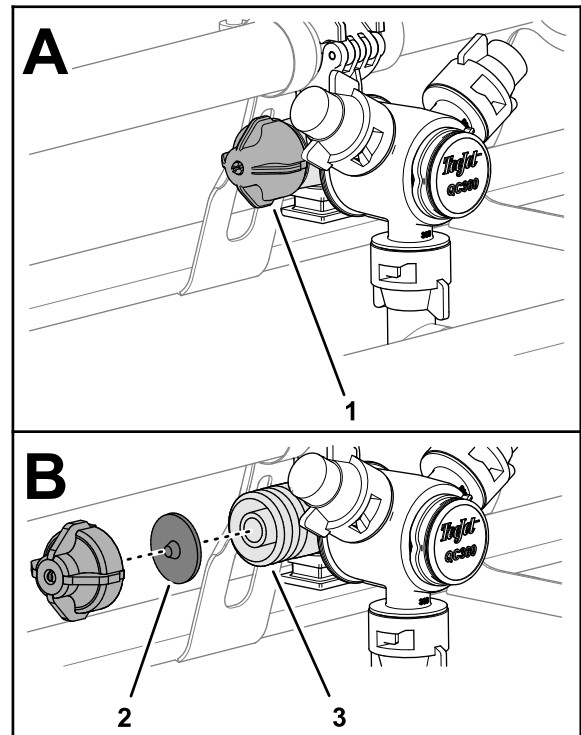

Bild 32
1. Drehen Sie die Membrankappe nach links und nehmen sie vom Düsengehäuse ab (Bild 32).
2. Nehmen Sie die Membran des Auslaufsperrventils von der Kappe oder dem Düsengehäuse ab (Bild 32).
3. Reinigen Sie die Kappe, Membran und das Düsengehäuse mit sauberem Wasser (Bild 32).
4. Setzen Sie die Membran in die Kappe ein, sodass die Nase der Membran zur Kappe zeigt (Bild 32).
5. Befestigen Sie die Kappe und die Membran am Düsengehäuse und ziehen sie mit der Hand an (Bild 32).